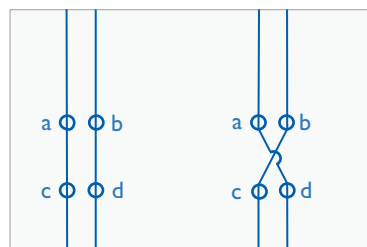

Figura 3. Invertitore
- Quattro contatti: 'a', 'b', 'c' e 'd' – vedi Figura 3.
- parallela: contatto 'a' è connesso con 'c' & contatto 'b' con 'd' – vedi lato sinistro del circuito in Figura 3,
- incrociata: contatto 'a' è connesso con il contatto 'd' & contatto 'b' con il contatto 'c' – vedi lato destro del circuito in Figura 3.